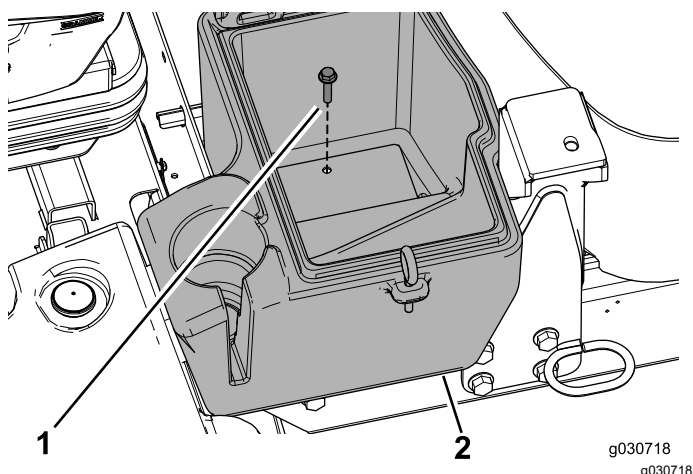

図 22
4. ボルト 5/16 x 1 1/2"を使って物入れを機体に固定する図 22。